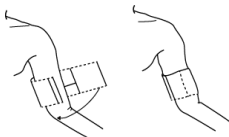

Figura 4.2.1 Posizionamento del bracciale
2. Applicare il bracciale sul braccio superiore del paziente, come mostrato nell'immagine seguente (Figura 4.2.1).